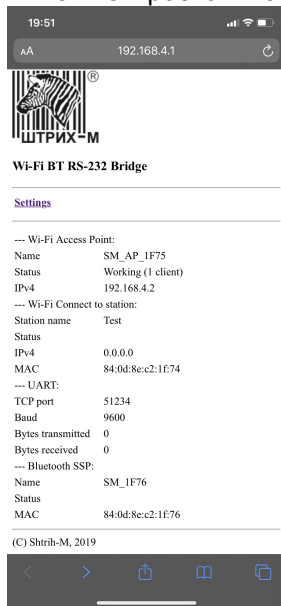

Рисунок 1: Главная страница
5. Откроется главная страница Адаптера (см. Рисунок 1)
7. При правильном подключении к точке доступа светодиод «WF» будет светиться постоянно, а на главной странице (см. Рисунок 1) в разделе «Wi-Fi Connect to station» появится имя точки доступа и полученный Адаптером адрес (IPv4)